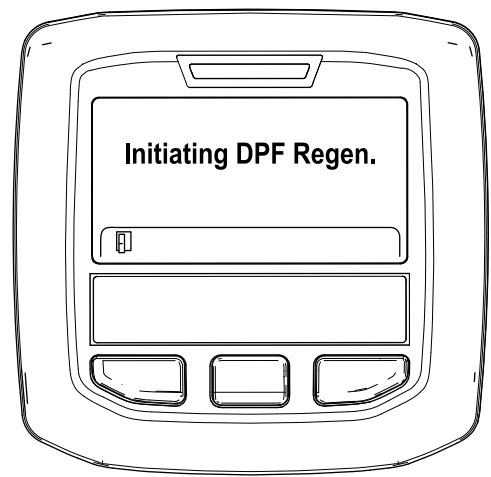

Figure 34
- A. Le message « Initiating DPF Regen. » (lancement régén. FAP) s'affiche (Figure 34).